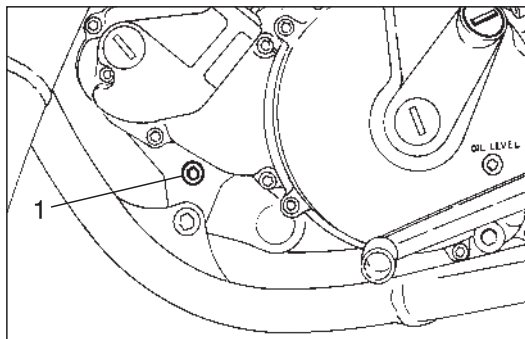

Fig. 14
- ◆ Posizionare un recipiente con capacità non inferiore a 1,5 ℓ sotto la vite di scarico (1-Fig. 14).